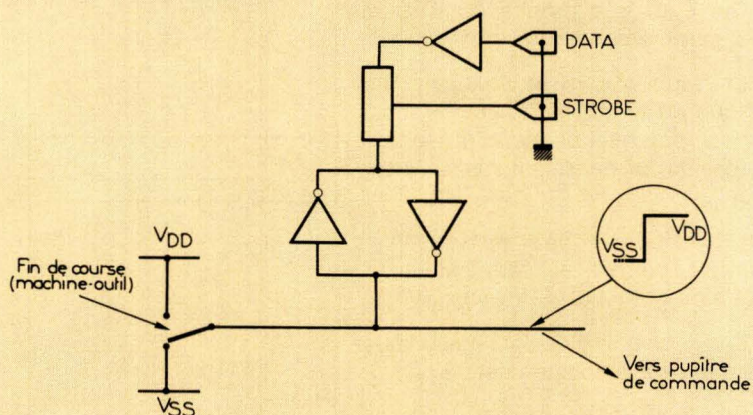

Fig. 6.
- Figure 6. – Circuit antirebond associé à un interrupteur de fin de course.